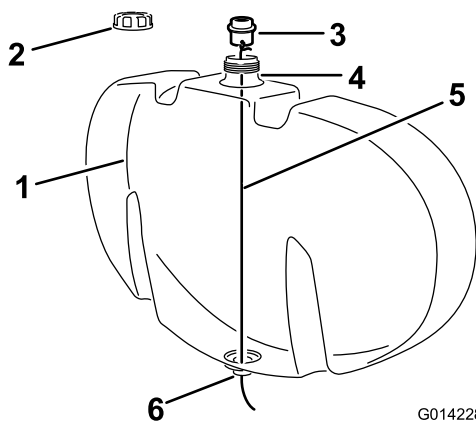

**Figura 5**
- A. Instale una junta transparente en el pasamuros, según se muestra en Figura 5.
- B. Conecte un trozo de alambre de unos 122 cm de largo a través de uno de los orificios de la horquilla de retención del pasamuros, según se muestra en Figura 5.
- D. Baje el alambre por el orificio de llenado y páselo por el orificio abierto de la parte inferior del depósito (Figura 5 y Figura 6).